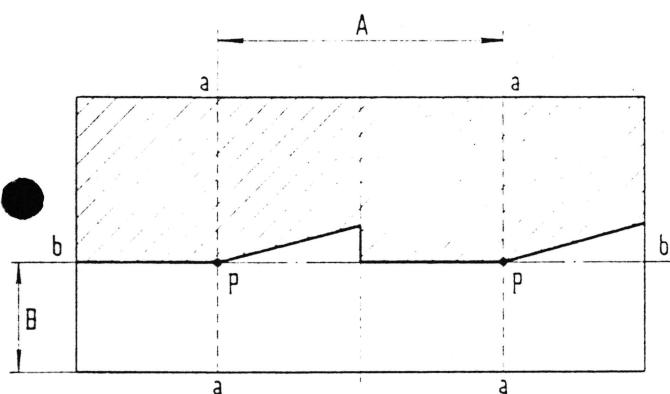

Abb. 105. - Schirm zur Einstellung der Scheinwerfer.
Man zeichnet auf den Schirm (Abb. 105) ein Paar senkrechter Linien a-a im Abstand $A = 1254 \text{ mm}$ entsprechend dem Abstand der Scheinwerfermittten.
Dann zeichnet man die waagrechte Linie b-b in Höhe B, entsprechend der in Abb. 105 angegebenen Höhe vom Boden.
- die waagrechte Linie zwischen hellem und dunklem Feld muss auf der Linie b-b (Abb. 105) verlaufen;
- die um ca. 15° nach oben geneigten Linien müssen in den Schnittpunkten P zwischen den Linien a-a und b-b beginnen (Abb. 105). Eine Abweichung des Punktes P nach aussen darf höchstens $1^\circ 30'$ (gleich 130 mm) betragen.